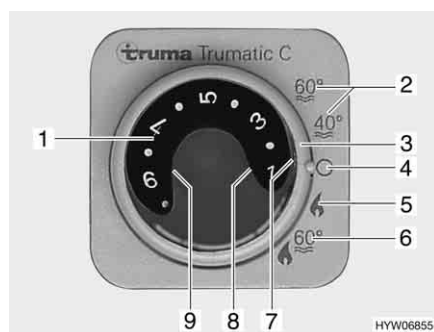

Fig. 142 Unité de commande pour chauffage/chauffe-eau
- Régler le mode de régime à l'aide de l'interrupteur tournant (Fig. 142,3).
Le chauffage règle le degré d'allumage automatiquement en fonction de la température ambiante requise. Une fois que la température ambiante désirée est atteinte, le brûleur s'éteint. En mode "Chauffage et chauffe-eau" (Fig. 142,6) l'eau est également chauffée dans le chauffe-eau. Il est possible de faire fonctionner le chauffage en mode "Chauffage sans chauffe-eau" (Fig. 142,5) et le chauffe-eau vide.
- Régler le bouton tournant de température (Fig. 142,1) de l'unité de commande sur la température de chauffage désirée.
- Régler l'interrupteur tournant (Fig. 142,3) en régime hiver "Chauffage sans chauffe-eau" (Fig. 142,5) ou en régime hiver "Chauffage et chauffe-eau" (Fig. 142,6).
Le voyant de contrôle vert (Fig. 142,7) s'allume.
- Régler l'interrupteur tournant (Fig. 142,3) sur "O" (Fig. 142,4).
La combinaison régime au gaz et régime électrique 230 V permet de raccourcir la période de chauffage (uniquement possible lorsque le chauffage sur l'unité de commande (Fig. 142) est réglé sur régime hiver).